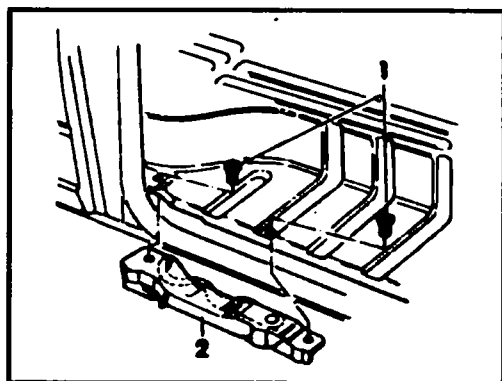

Рис. 10.32 Болты крепления нижнего упора двери
- ◆ Отверните на ступеньке два винта (1, см. рис. 10.32) и снимите нижний упор двери (2).